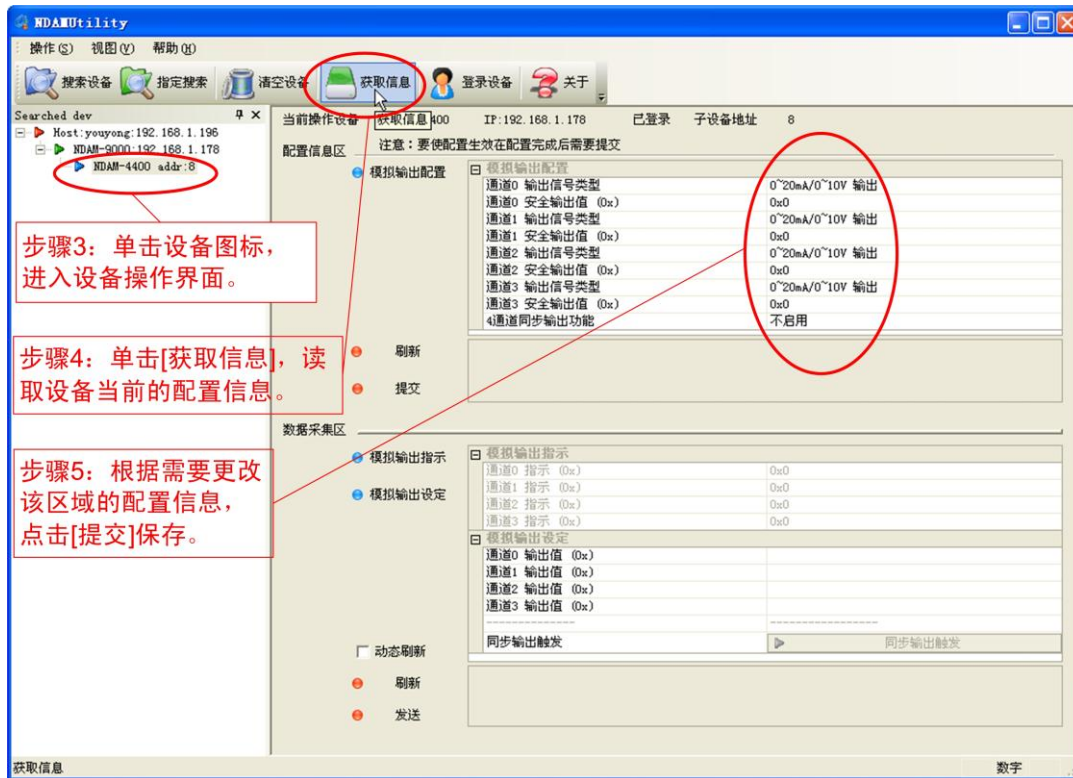

图 3.5 设置配置信息
- 3) 登录到设备后，在进行模拟量输出操作之前，需先确认模块的配置信息（4 个通道的输出信号类型、安全输出值）。配置信息的设置步骤如图 3.5 所示。